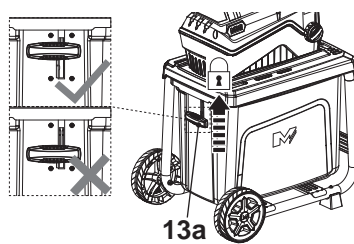

Fig. 6
2. Puxe o interruptor de bloqueio (13a) totalmente para cima, para a posição ligada (Fig. 6).